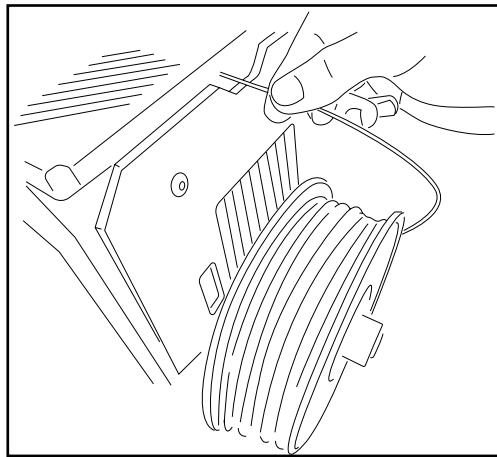

Figure 3.25 Déchargez le filament
- 2 Dès que vous avez obtenu la température requise, l'extrudeuse expulsera le filament pendant quelques secondes, il sera alors possible de retirer manuellement le filament du tube de Fibonacci. (fig. 3.25).